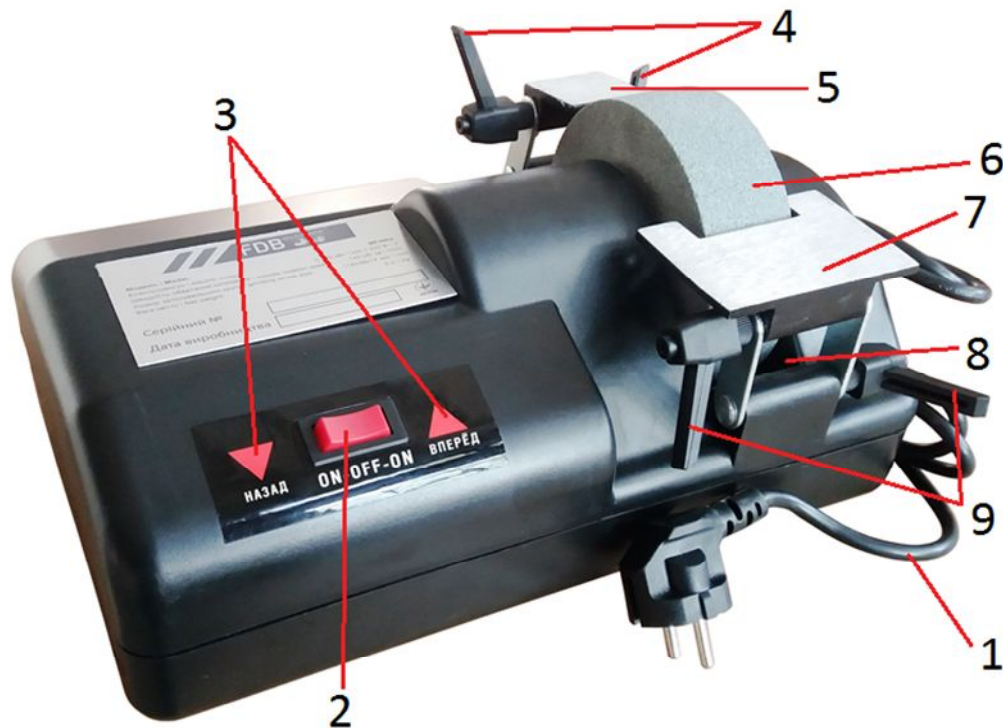

Рис. 1 Принципиальное устройство станка:
- проверьте целостность кабеля (поз. 1 рис. 1) для присоединения станка к электрической сети;
- проверьте целостность, прочность крепления заточного круга (поз. 6 рис. 1.) на валу электродвигателя;
- установите переключатель (поз. 2 рис. 1) в выключенное положение «OFF»;
- включите переключатель (поз. 2 рис. 1) поочерёдно в каждое направление и дайте станку поработать без нагрузки («на холостом ходу») 2 мин в каждом направлении. Посторонние шумы, вибрация, запах гари не допускаются.
- включите переключатель (поз. 2 рис. 1) в соответствующее направление;
- слейте воду из ёмкости (поз. 8 рис. 1) через жёлоб с задней стороны;
- замените заточной круг (поз. 6 рис. 1), установите прижимную шайбу (поз. 3 рис. 1) и закрепите гайкой (поз. 4 рис. 1);